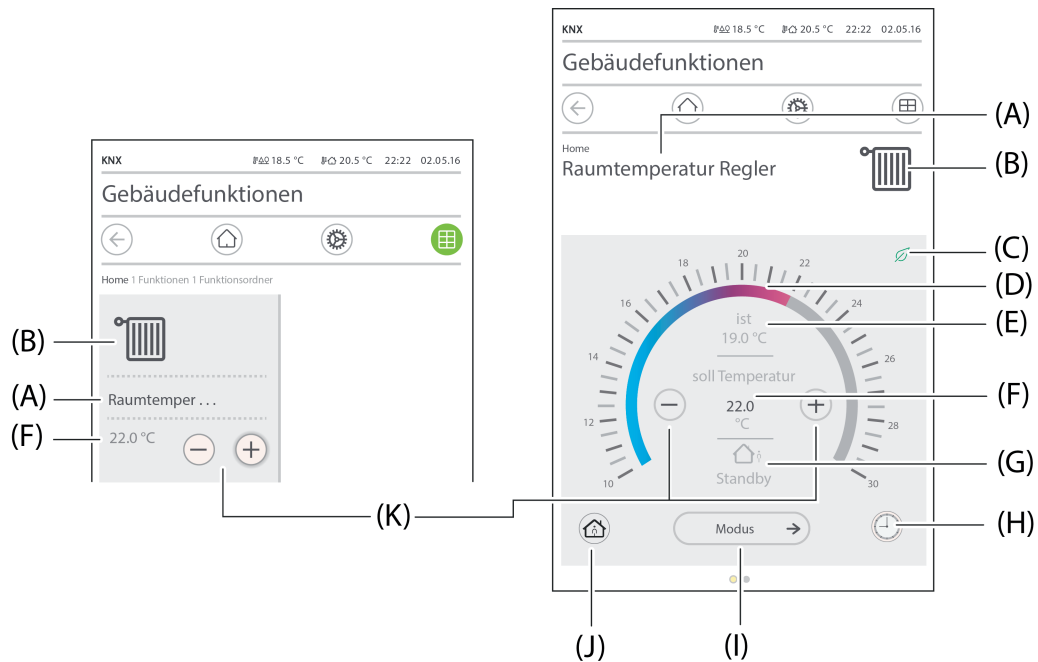

Bild 14: Beispiel für Bedien- und Anzeigeelement der Reglernebenstelle
Welcher Betriebsmodus über die Reglernebenstelle auf den KNX ausgesendet wird, wird in einer Auswahlliste auf der Benutzeroberfläche des Gira G1 definiert, welche sich durch das Tippen der Schaltfläche "Modus" (Bild 14) öffnet. Der gewünschte Betriebsmodus wird gewählt und mit der Schaltfläche "ok" auf den KNX gesendet. Der über das Kommunikationsobjekt "KNX Status Betriebsmodus" zurückgemeldete Betriebsmodus wird in der Detailansicht visualisiert (G). Dieses Objekt ist mit dem funktionsgleichen Objekt der Reglerhauptstelle zu verbinden. Bei aktiviertem Standby-, Nacht- oder Frost-/Hitzeschutz-Betrieb zeigt die Reglernebenstelle des Gira G1 den Eco-Modus an.
Arbeitet der Raumtemperaturregler mit einem Präsenzobjekt zur Anwesenheitserfassung, kann die Anwesenheit auch von der Reglernebenstelle des Gira G1 signalisiert werden. Die Schaltfläche "Präsenz" (Bild 14) ist nur sichtbar, wenn die "Anwesenheitserfassung durch die Präsenztaste" aktiviert ist (siehe Parameter "Anwesenheitserfassung durch Präsenztaste?"). Das Kommunikationsobjekt "Präsenzobjekt" wird freigeschaltet. Die Schaltfläche (J) ist intern mit dem "Präsenzobjekt" verbunden. Der Gira G1 sendet eine "1" auf den KNX, wenn die Schaltfläche (J) aktiv ist. Die Schaltfläche "Präsenz" wird bei aktiver Anwesenheit grün dargestellt. Durch eine erneute Bedienung der Schaltfläche (J) wird eine "0" auf den KNX gesendet und damit die Anwesenheit deaktiviert.
Als weitere Funktion der Reglernebenstelle steht die Sollwertvorgabe zur Verfügung. Durch die Schaltflächen "Wertverstellung" (Bild 14) kann der Sollwert des aktiven Betriebsmodus an einem Raumtemperaturregler vorgegeben werden.